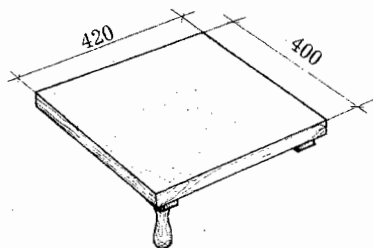

Рис. 12. Сокол.
**Сокол** (рис. 12) служит для переноса раствора от ящика к месту работы, а также для разравнивания слоя штукатурки.